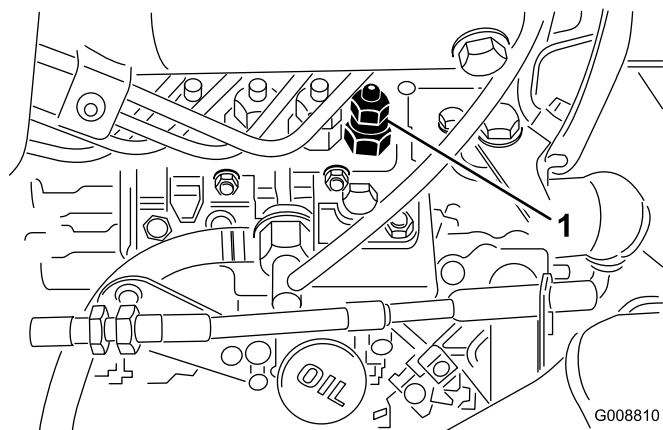

Figura 53
1. Desaperte a tubagem ligada ao bocal do injector número 1 e à estrutura de suporte da bomba de injeção (Figura 53).